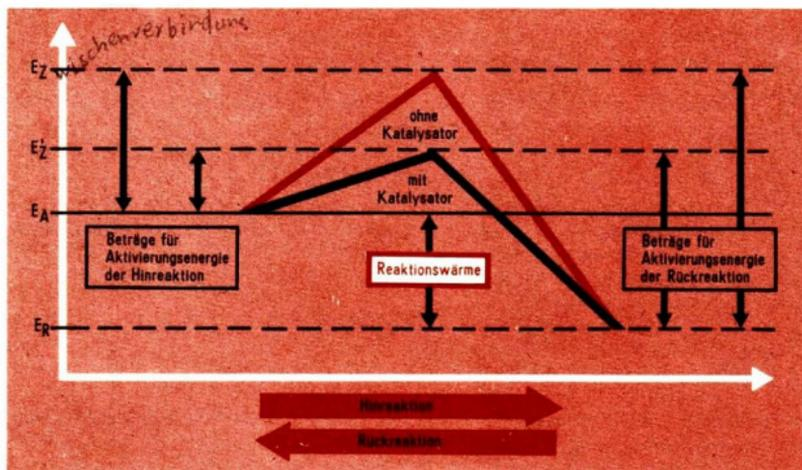

Abb. 50 Reaktionsverlauf mit und ohne Katalysator
Die energetischen Verhältnisse beim Ablauf chemischer Reaktionen mit und ohne Katalysator sind in Abbildung 50 dargestellt.
③ Erläutern Sie die in Abbildung 50 dargestellten energetischen Verhältnisse beim Ablauf chemischer Reaktionen mit und ohne Katalysator!